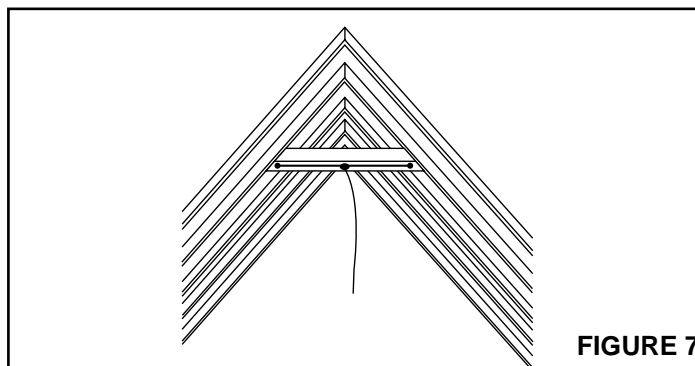

FIGURE 7
2. **Consultez la Figure 7.** Clouez une pièce de bois de 1,5m à l'horizontale, entre les fermes de toit de façon à obtenir une surface horizontale de 152,5cm. Clouez le bloc central au centre de la pièce de bois, pour ensuite agraffer l'antenne à cette dernière.